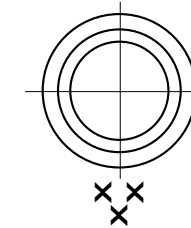

Abb. 5, bei Treffpunktlage tief
Drehen der Höhenverstellschraube entgegen der Pfeilrichtung (UP) bewirkt eine Treffpunktverlagerung auf dem Ziel nach unten (Abb. 5).